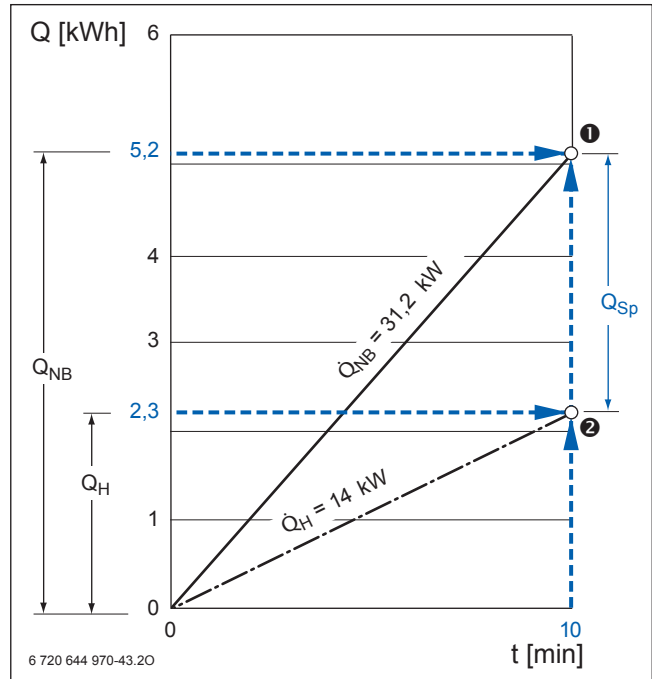

Bild 56 Badewannenfüllung per Dauerleistung und Speicherkapazität
Bild 56 ist bereits eine Anwendung des Wärmeschaubildes. Ausgehend von der Wärmekapazität  $Q_{NB}$  der Wannenfällung und den 10 Minuten Fülldauer ergibt sich ein Bedarfspunkt ① für die Badewanne. Die Steigung der Bedarfslinie zwischen Null und Punkt ① entspricht nach der umgestellten Grundformel 73 (→ Seite 184) der benötigten Aufheizleistung:
Mit der Leistung des Heizkessels  $\dot{Q}_H = 14 \text{ kW}$  und einer Wannen-Füllzeit von 10 Minuten wurde die Wärmekapazität  $Q_H = 2,3 \text{ kWh}$  als Dauerleistung übertragen (→ Bild 56, Seite 84). Dem entspricht nach der umgestellten Grundformel 75 (→ Seite 184) bei  $40 \text{ °C}$  die Warmwassermenge: